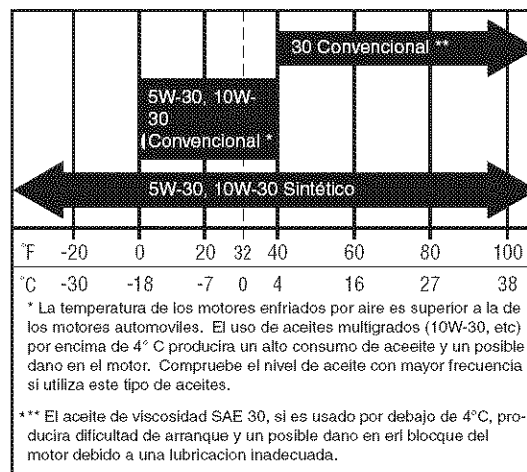
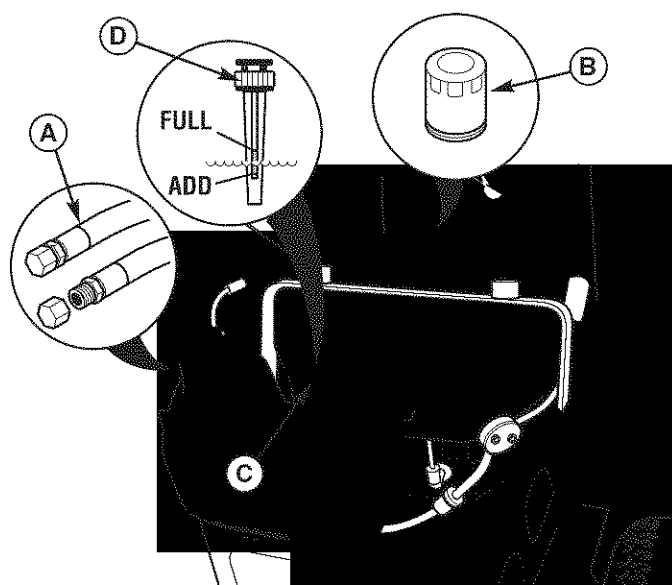

Figura 28. Aceite de Motor Recomendado
Figura 29. Cambio de Aceite
2. Limpie el área alrededor de la varilla para medición del nivel (C, Figura 29).
3. Remueva la varilla para medición del nivel (C) y límpiela con una toalla de papel.
4. Inserte la varilla para medición del nivel en el motor. Atornille el tapón en el tubo (D).
5. Remueva la varilla para medición del nivel y lea el nivel de aceite. El nivel de aceite deberá estar entre las marcas "FULL" y "ADD" (D). De lo contrario, añada aceite de acuerdo con las recomendaciones de la tabla del aceite (Figura 28).
1. Limpie el área alrededor de la varilla para medición del nivel (C, Figura 29) y el tubo de drenaje del aceite (A).
2. Remueva el tapón de drenaje del aceite (A) del extremo del tubo de drenaje del aceite. Remueva la varilla para medición del nivel (C). Permita que se drene completamente.
3. Reinstale el tapón de drenaje del aceite (A).
2. Remueva el tapón de drenaje del aceite (A) y la varilla para medición del nivel (C). Permita que se drene completamente.
3. Remueva el filtro de aceite (B). Deseche el filtro.